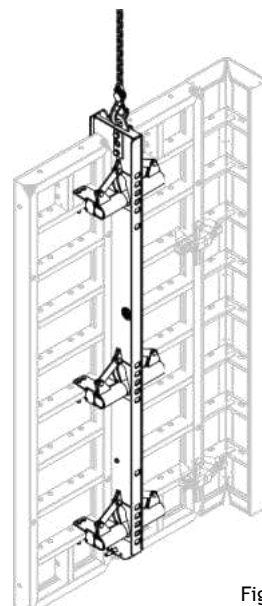

Fig. A17.03
3. Преместете елемента до мястото за използване и го закрепете към вътрешния кофраж с BFD напр. скоби. (Fig. A17.03)